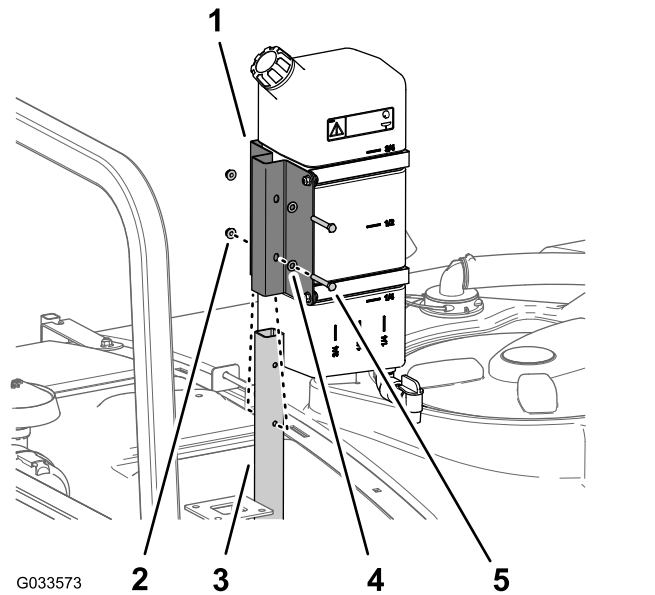

Bild 47
1. Befestigen Sie den Frischwasserbehälter und die Befestigung mit den zwei Schrauben (5/16" x 2 1/4") und zwei Sicherungsbundmutter (5/16") am Stützrohr, wie in **Bild 47** abgebildet.